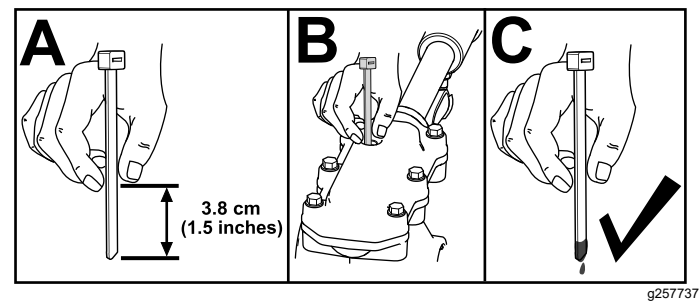

Figura 31
- 3. Compruebe el nivel de aceite usando un dispositivo de medición apropiado, por ejemplo una brida limpia. El aceite debe estar a unos 3.8 cm (1.5") por debajo del orificio de llenado (Figura 31).